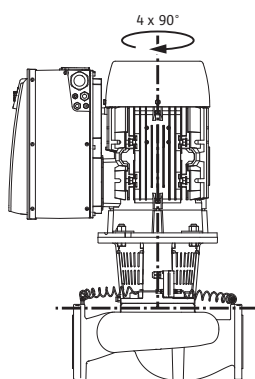

Rys. 18: Dopuszczalne pozycje montażowe z poziomym wałem silnika
Dopuszczalne pozycje montażowe z poziomym wałem silnika i modułem elektronicznym skierowanym w górę (0°) są przedstawione na rys. 18. Nie przedstawiono dopuszczalnych pozycji montażowych z modułem elektronicznym zamontowanym z boku ($\pm 90^\circ$). Dozwolone jest każde położenie montażowe, z wyjątkiem montażu „modułu elektronicznego skierowanego w dół” (-180°). Odpowietrzanie pompy jest zapewnione tylko wtedy, gdy zawór odpowietrzający jest skierowany w górę (rys. 18, poz. 1).
Tylko w tej pozycji (0°) spływający kondensat może być odprowadzany przez odpowiedni otwór, latarnię pompy oraz silnik (rys. 18, poz. 2). W tym celu należy usunąć korki na kotnierzu silnika.
- Zawór odpowietrzający na latarni (rys. 6, poz. 1.31) przy poziomym wale silnika musi być zawsze skierowany do góry (rys. 6). Przy pionowym wale silnika dozwolona jest każda orientacja. Patrz także Rys. 18: „Dopuszczalne pozycje montażowe z poziomym wałem silnika” na stronie 139 lub Rys. 19: „Dozwolone położenia montażowe z pionowym wałem silnika” na stronie 139.